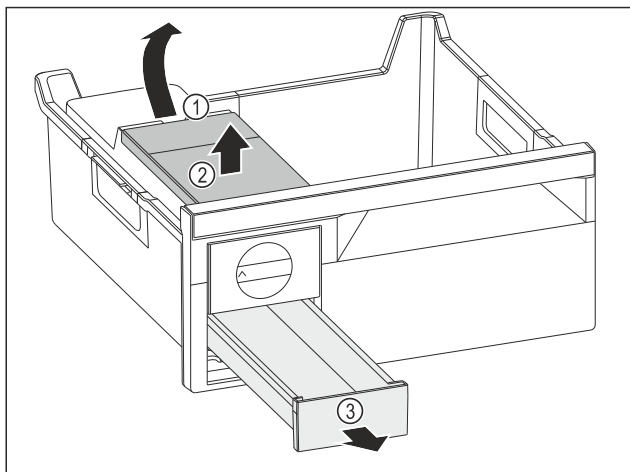

Fig. 81
- ▶ Изваждане на резервоара за вода: Повдигнете резервоара за вода при прореза Fig. 81 (1).
- ▶ Извадете резервоара за вода Fig. 81 (2) нагоре.
- ▶ Извадете чекмеджето за ледени кубчета Fig. 81 (3) напред.